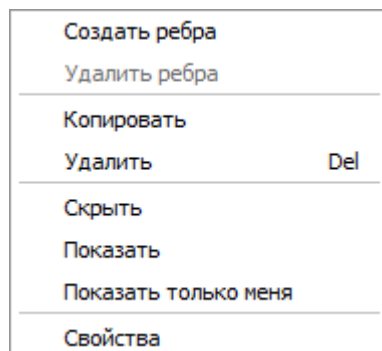

Рис. 147
16.6.2.1. Вид контекстного меню результатов логических операций показан на рис. 147.